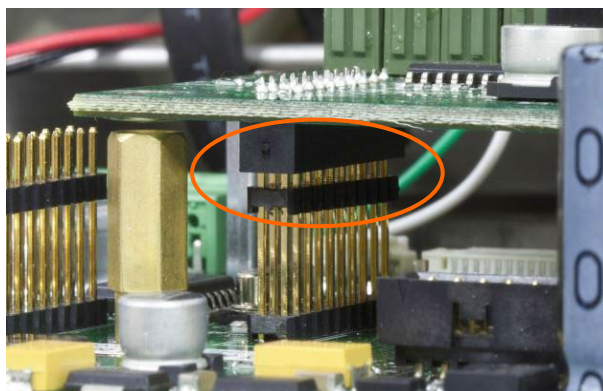

Figure 5-17 : Alignement des broches de la carte en option
2. Appuyez avec précaution sur la carte en option pour que toutes les broches du connecteur de la carte principale s'engagent dans le support de la partie inférieure de la carte en option. Si l'installation est correcte, chaque broche s'insérera dans l'orifice correspondant du connecteur. Reportez-vous à la Figure 5-17.